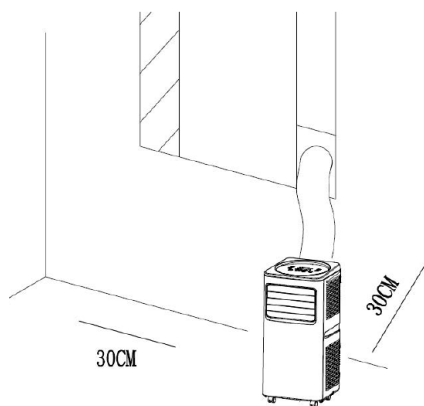

Figure 6 – Dégagement minimal de 30 cm
- Le climatiseur mobile doit être installé sur un sol plat et dégagé. N'obstruez pas la sortie d'air et laissez un dégagement d'au moins 30 cm tout autour de l'appareil (voir figure 6).